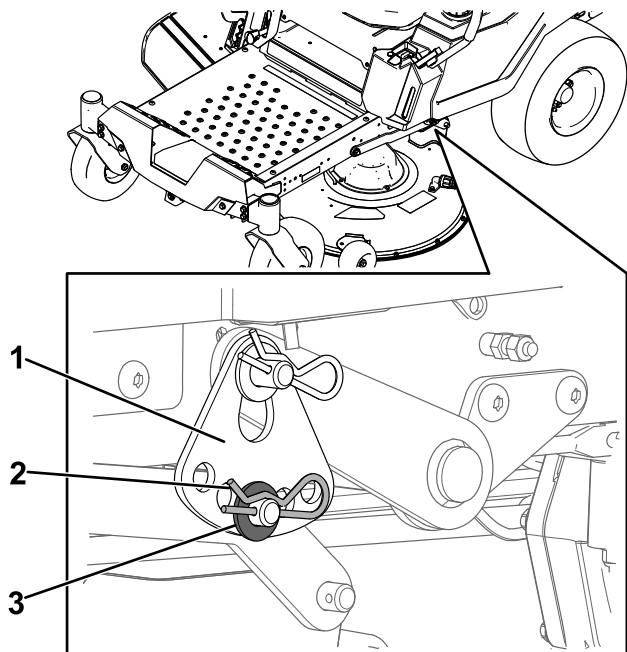

Bild 69
6. Entfernen Sie den Splint und die Unterlegscheibe vom unteren Hubarmbolzen (Bild 69).